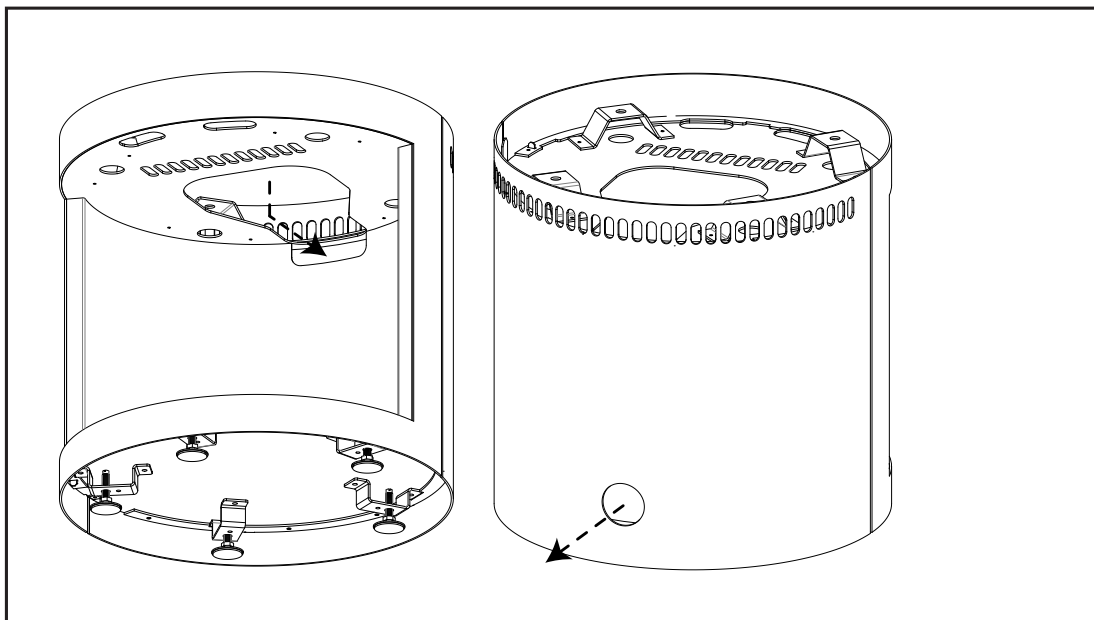

Figure 86: Réacheminement du gaz et de l'électricité sur piédestal de bois
5. Travaillez la ligne flexible et placez l'ensemble de connexion de gaz en position comme indiqué dans Figure 86. Fixez l'assemblage à la chambre de combustion à l'aide de deux (2) boulons à tête hexagonale de 5/16" par le bas.